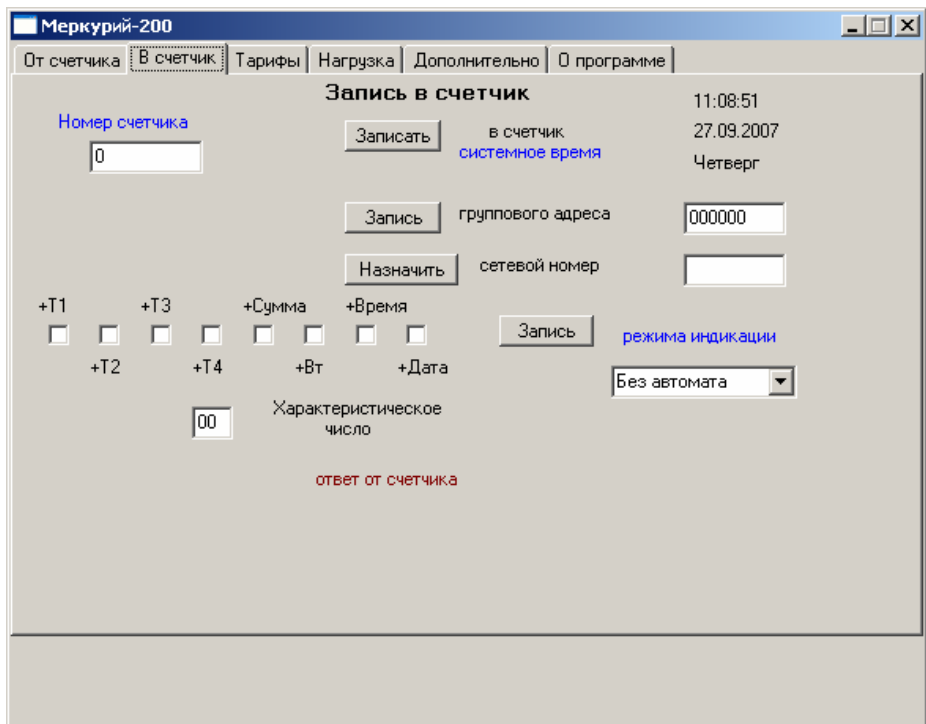

Рисунок 2
- снять пломбу защитной крышки контактной колодки и снять защитную крышку (рисунок 2);